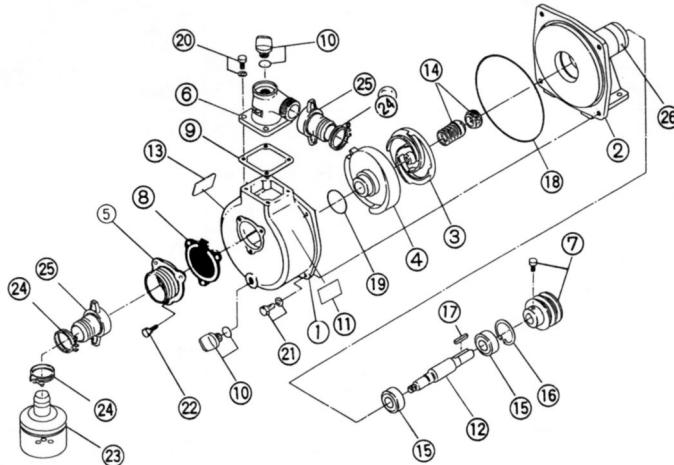

рис.3
5.1. Насос (качающий узел, рис. 3 с детализированной, таблица 3) включает в себя: